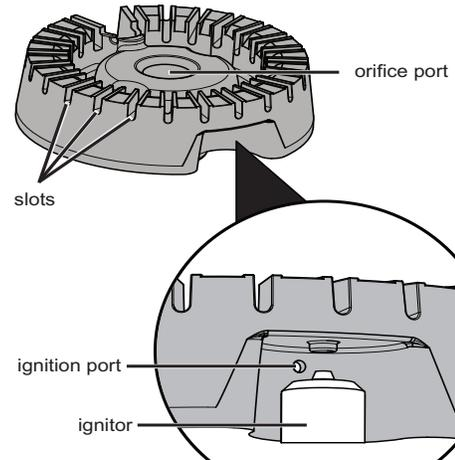

Figure 18 : Composants de brûleurs scellés
3. Utiliser une vieille brosse à dents pour nettoyer la tête de brûleur au complet (voir Figure 18).
4. Utiliser la brosse à dents pour nettoyer les fentes et les orifices du brûleur (voir Figure 18).
5. Nettoyer les orifices d'allumage à l'aide d'une aiguille ou d'un fil métallique de petit calibre (voir Figure 18).